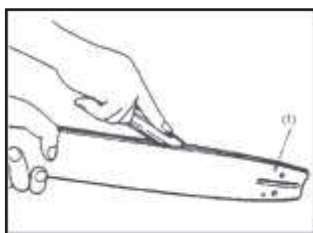

Рис. 23
После разборки направляющей шины, удалите опилки в желобе шины и отверстии выхода масла (1). Смажьте носовую шестеренку (3) из отверстия подачи (2) на конце шины (Рис. 23, 24).